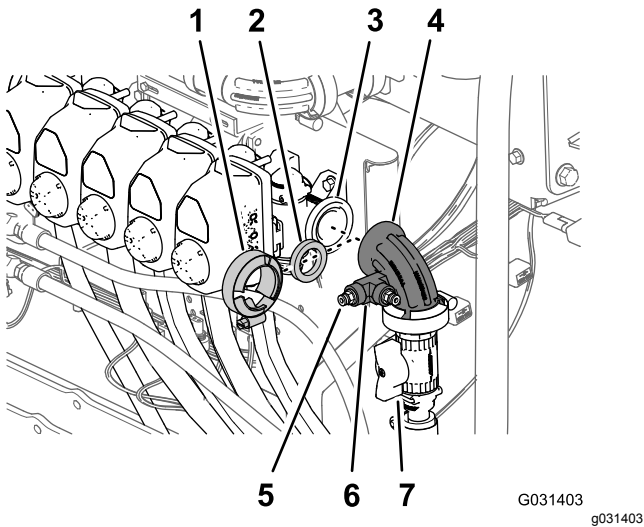

Figure 185
1. Alignez le joint et le raccord coudé à 90° du dévidoir sur la bride de la vanne de buse 10 (Figure 185).
2. Fixez le raccord coudé et le joint à la vanne à l'aide d'un collier bride et serrez le collier à la main (Figure 185).
3. Appliquez une couche de produit d'étanchéité au PTFE sur le filetage du raccord de tube et branchez le raccord de tube au raccord en T, comme montré à la (Figure 185).